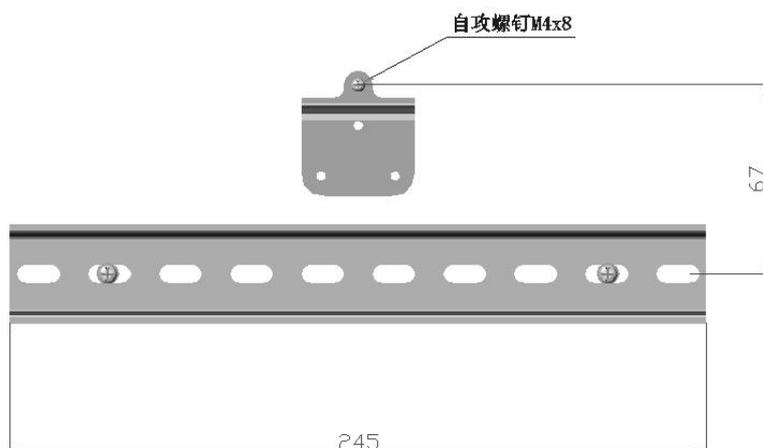

图 7 产品固定的导轨与固件（单相 63A 产品）
(1) 产品安装于室内集中控制开关箱内，小容量用户也可安装于小型家用配电箱内。安装场所应无严重影响保护器绝缘的气体、化学性沉淀物及其他易爆、易腐蚀性介质。注意环境温度和產品散热通风。
(2) 一般每个回路的分路开关（空气断路器）和保护器须紧靠安装。产品可以直接安装在配电箱内的标准 DIN 轨道上，63A 保护器需要另加固件固定，见图 7。